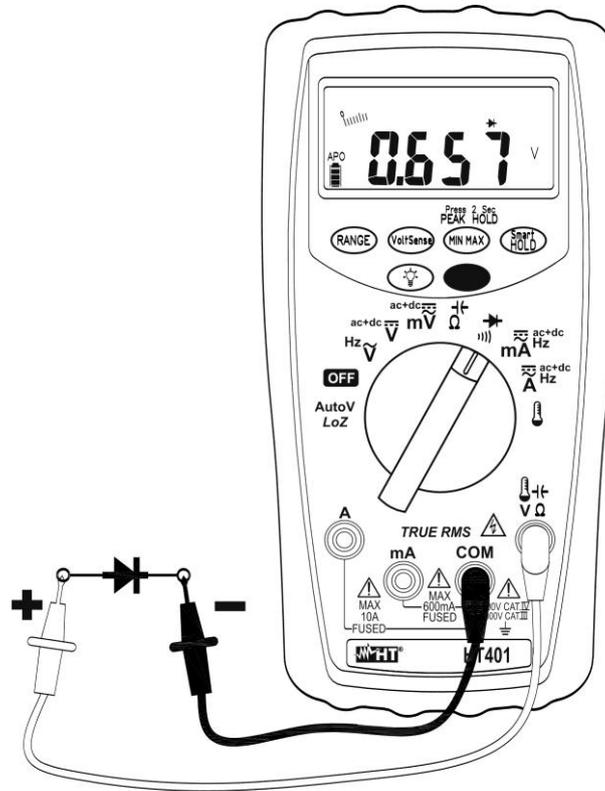

Fig. 8: Uso do instrumento para o Teste de díodos e Teste de continuidade
4. Conectar a ponteira vermelha ao ânodo do díodo e a ponteira preta ao cátodo (ver a Fig. 8). O instrumento mostra no display a tensão de polarização direta. Esta tensão é tipicamente 0.4 ~ 0.9V para boas junções.